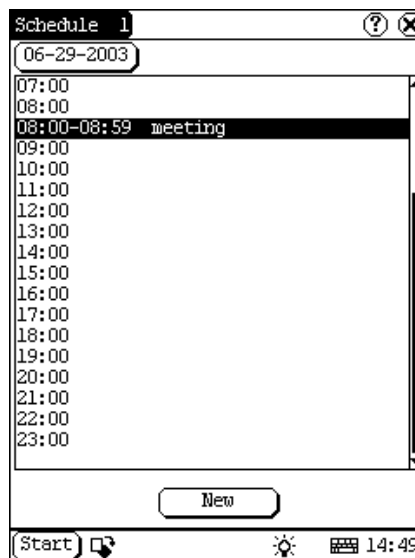

Abb. 4-28
- 3) Im Listenfeld in der Mitte des Interfaces werden alle Termine am entsprechenden Tag angezeigt. (Siehe Abb. 4-28)